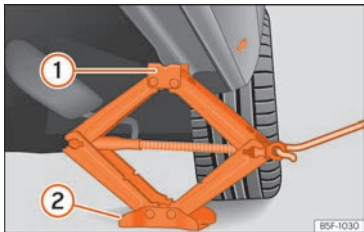

Fig. 75 Colocación del gato.
- Gire la manivela del gato*, situado bajo el punto de apoyo del larguero, para elevarlo hasta que la pestaña ① » » fig. 75 quede situada bajo el alojamiento previsto.
- Alinee el gato* de modo que la pestaña ① “agarre” en el alojamiento previsto del larguero y la placa base móvil ② quede apoyada en el suelo. La placa base ② debe caer en la vertical respecto al punto de apoyo ①.